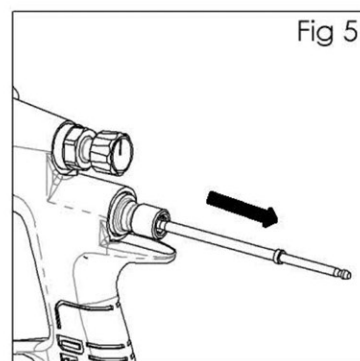

Fig 5
4. Quite la aguja de líquido (24). (Ver la Fig. 5).